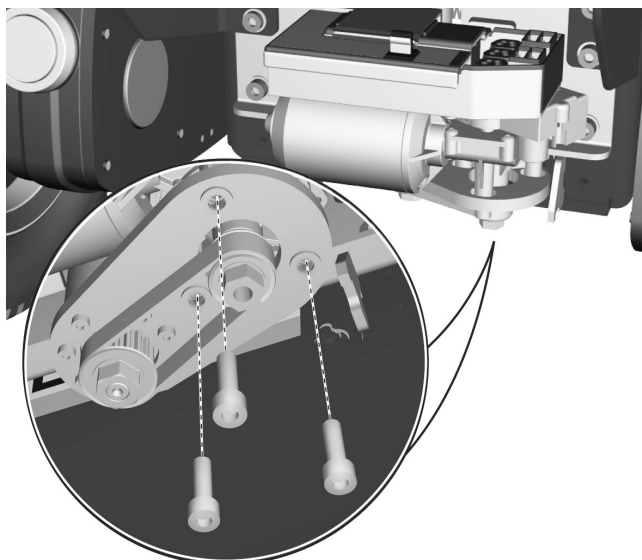

Abbildung 99. Der Motor ist mit drei Schrauben befestigt.
6. Motor abmontieren. Er ist mit drei Schrauben befestigt. Siehe Abbildung. 99.